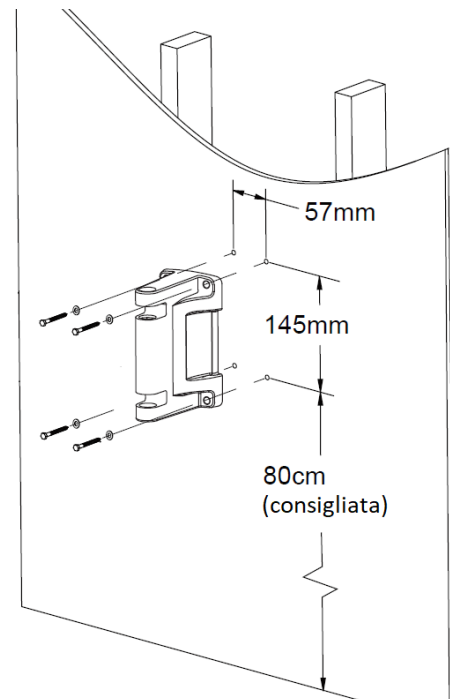

Fig. 3
- Individuare il perno in legno utilizzando il cercatore del perno (non incluso), quindi utilizzare la staffa (5) come modello per contrassegnare la posizione di perforazione con un pennarello. Si consiglia di posizionare i fori inferiori a 80 cm dal pavimento. (vedi Fig.3)
- Collegare il tubo di alimentazione (6) alla rete idrica.